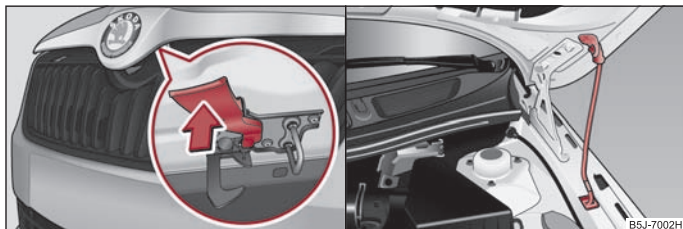

Fig. 13 Grilajul radiatorului: Maneta de siguranță / Asigurarea capotei motorului cu tija de susținere
- Trageți mânerul de siguranță ⇒ fig. 13 - stânga, capota motorului se deblochează.
- Ridicați tija din suport din suport și introduceți-o în orificiul prevăzut pentru aceasta ⇒ fig. 13 - în partea dreaptă.